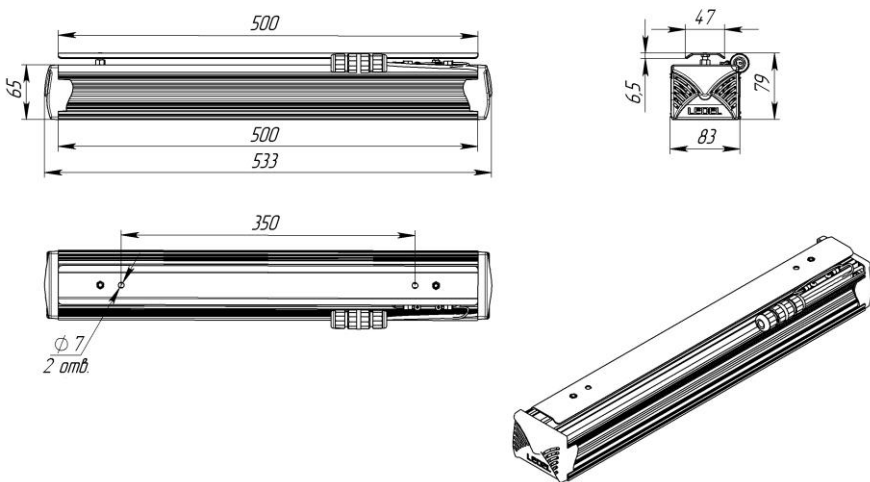

Рисунок 3 Светильник «L-industry NEW 24». Задвижной вариант
1.11 Возможно применение системы управления освещением по протоколу ZigBee кроме светильников с задвижным вариантом крепления (Рис.3).